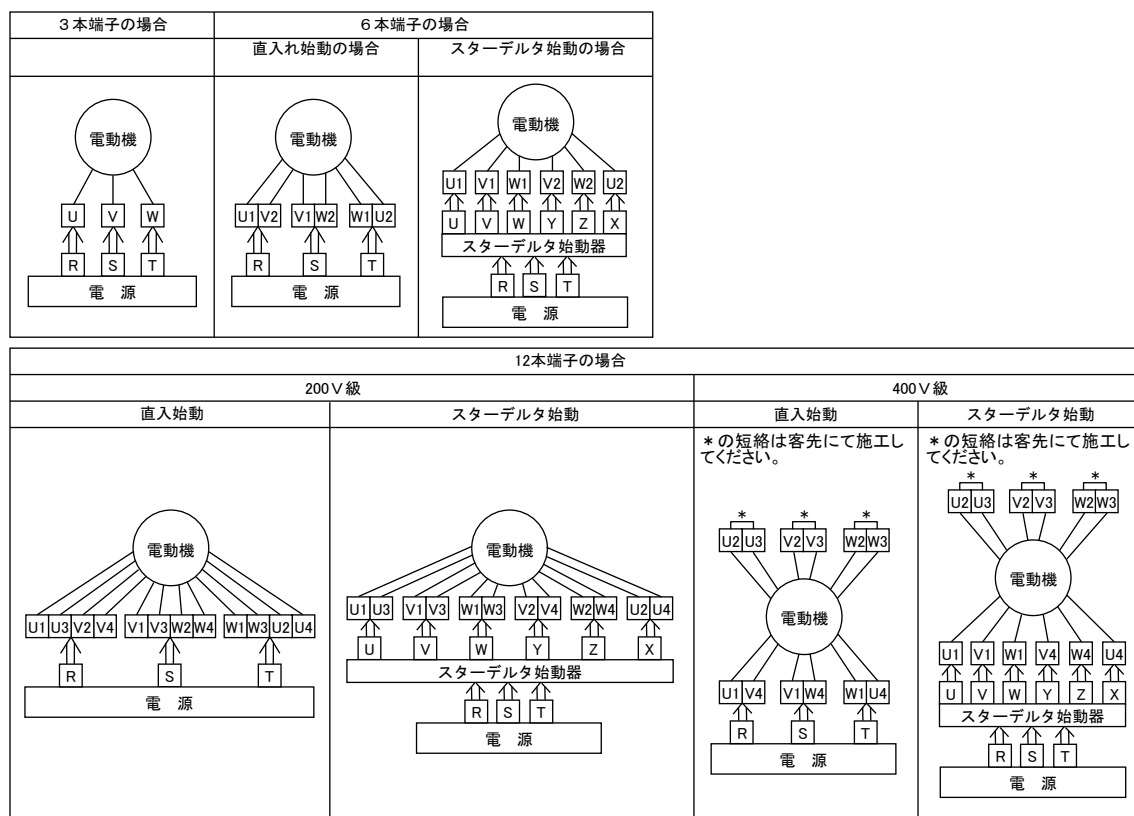

図 7 結線図（負荷側〈Vプーリ側〉から見て左回転の場合）
- （1）配線は外部結線図を参照して行ってください。電動機の結線は図7を参照して行ってください。
回転方向は、負荷側（Vプーリ側）から見て、左回転です。逆回転の場合は図7の電源RとTを入れ替えてください。